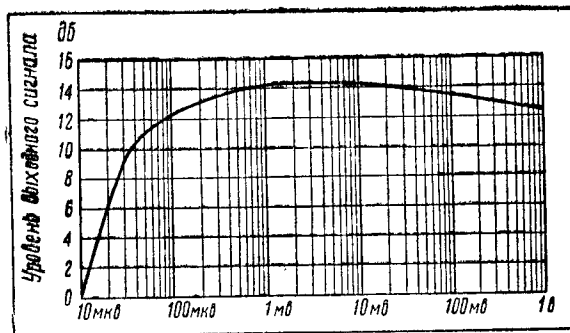

Рис. 6. Действие системы ару
**Автоматическая регулировка усиления** — усиленная, задержанная — обеспечивает почти полную независимость уровня выходного напряжения от изменения напряжения сигнала. При изменении напряжения входного сигнала от 100 мкв до 100 мв, т. е. в 1000 раз (на 60 дб), выходное напряжение изменяется не более чем на 25 процентов, т. е. на 2 дб (рис. 6). На лампу  $L_1$  ступени увч напряжение ару подается с дополнительной задержкой; это способствует снижению шумов приемника при слабых входных сигналах, поскольку усиление этой ступени при таких сигналах остается большим. Увеличение постоянной времени цепи ару снижает нелинейные искажения на низких частотах модуляции на длинных и средних волнах. В системе ару работают лампы 6К7 ( $L_{18}$ ) и 6В8С ( $L_{16}$  и  $L_{18}$ ).